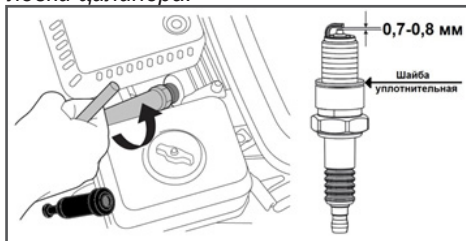

Рис. 29 Обслуживание свечи зажигания
- Снимите со свечи зажигания колпачок и удалите грязь вокруг свечи зажигания (Рис. 29).
- Измерьте зазор между электродами свечи зажигания специальным щупом. Зазор должен быть  $0,7-0,8$  мм (Рис. 29). При увеличении, или уменьшении требуемого зазора, рекомендуется заменить свечу, так как регулировка зазора может привести к изменению качества искрообразования.